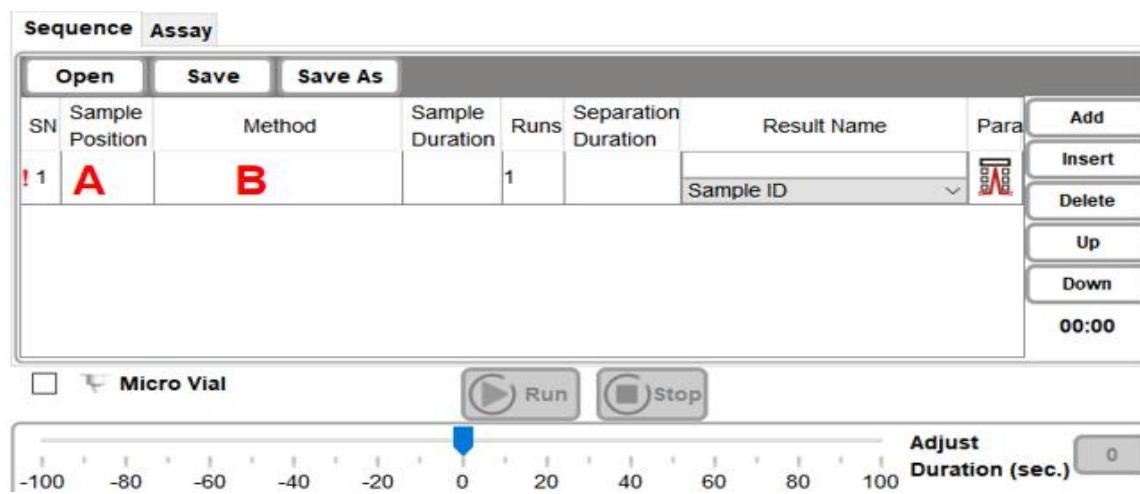
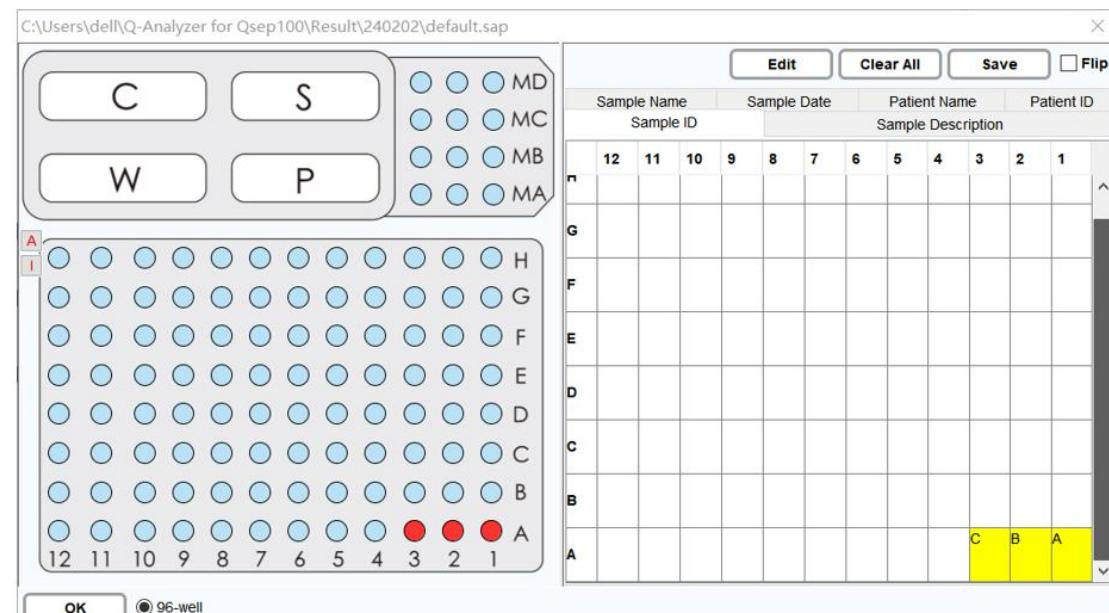
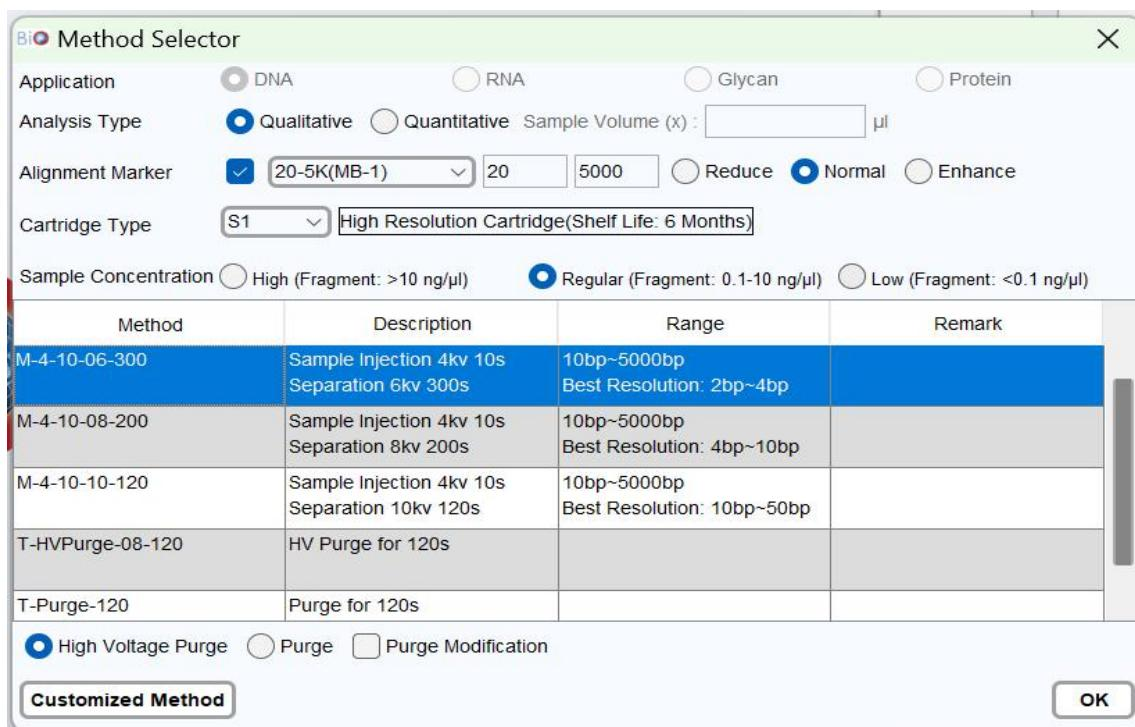

图 12 程序设定界面
图 13 样品位置选择
图 14 电泳方法选择
(1) 单击 Sample Position 下方的空白格 (图 12, A), 弹出 96 孔盘模拟图 (图 13), 于左侧选择所放样品位置, 可单选, 也可点击右侧 A-H 或下方 01-12 坐标以直接选取一行或一列, 双击右侧相应位置处输入样品信息 (Sample ID), 设置完成后点击 OK;
(2) 单击 Method 下方的空白格(图 12, B), 弹出测试方法选择框 (图 14), 选择适合的 Alignment Marker 和 Method (注意: 所选方法的电泳电压要与卡夹校正时的电压一致, 一般为第一个程序), 选好后点击 OK; Sample Duration (吸样时间)、Runs (检测重复次数) 和 Separation Duration (分离时间) 可以根据样本情况灵活设定 (双击输入);